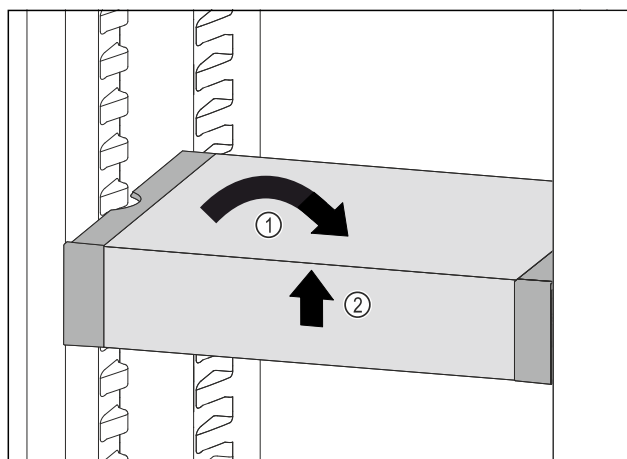

Fig. 128
- ▶ Állítsa egyenesbe a VarioSafe fiókot. Fig. 128 (1)
- ▶ Elöl emelje meg a VarioSafe fiókot. Fig. 128 (2)